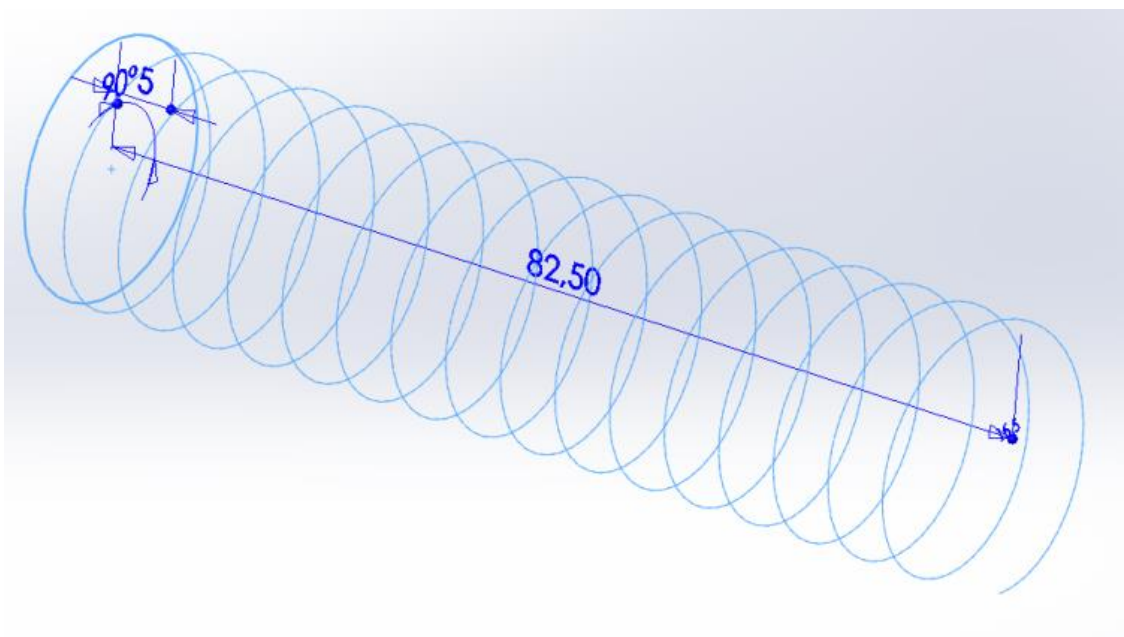

Рисунок 2.9 – Траєкторія пружини
3. Далі потрібно створити спіраль з такими налаштуваннями: **Постійний крок**; **Крок** – 4 мм; **Оберти** – 16,5; **Початковий кут** – 90° (рис. 2.9).